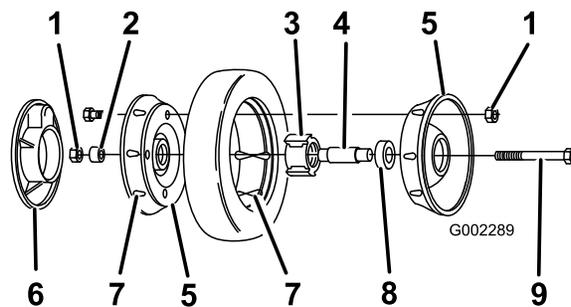

Figure 26
3. Retirez le boulon, la bague d'espaceur et le contre-écrou qui fixent la roue au bras de pivot (Figure 26).
4. Séparez du pneu les deux moitiés de la roue en retirant les 4 boulons et 4 contre-écrous (Figure 26).
Remarque: Pour extraire les roulements de l'ensemble moyeu/roulements, appuyez sur la douille d'écartement des roulements (Figure 26).
1. Posez le pneu sur une des demi-roues, en faisant correspondre les reliefs (Figure 26).
2. Placez l'ensemble roulement/moyeu dans le trou central de la moitié de roue. Les ailes du moyeu doivent reposer sur le flasque de l'ouverture (Figure 26).
3. Posez l'autre demi-roue sur l'ensemble moyeu/roulement en faisant correspondre les trous et les reliefs de la roue et du pneu (Figure 26).
4. À l'aide de 2 vis ou boulons entièrement filetés (1/4-20 x 1,50 pouce) et d'écrous non-bloquants, réunissez les deux moitiés de roue sans les serrer. Installez les vis ou les boulons dans les trous opposés (Figure 26).
5. Contrôlez l'alignement de toutes les pièces et serrez les vis alternativement d'un côté et de l'autre pour assurer un serrage uniforme, jusqu'à ce que les demi-roues soient réunies (Figure 26).
6. Montez et serrez les 2 boulons et les 2 contre-écrous retirés auparavant dans les trous libres des demi-roues. Retirez les 2 vis ou boulons longs et remplacez-les par 2 boulons et 2 contre-écrous (Figure 26).
7. Posez la roue sur le bras de pivot à l'aide des boulons, d'une entretoise et d'un contre-écrou. Vérifiez si la bague est bien placée entre le moyeu de la roue et le bras de pivot (Figure 26).